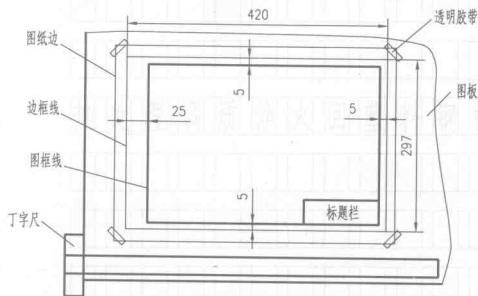
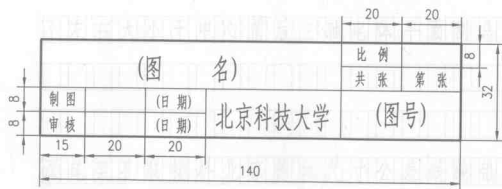

图1
图2
- (1) 将图纸用透明胶带固定在图板左下方(见图1),然后按标准幅面画出边框线和图框线,并在图框的右下角画一标题栏,其格式见图2。
- (2) 用细实线完成底稿,加深时线型应按先曲后直、先粗后细的顺序进行。为了提高工作效率,对于同一类线型可一起完成。
- (3) 标注尺寸,书写文字,最后对全图进行校核。